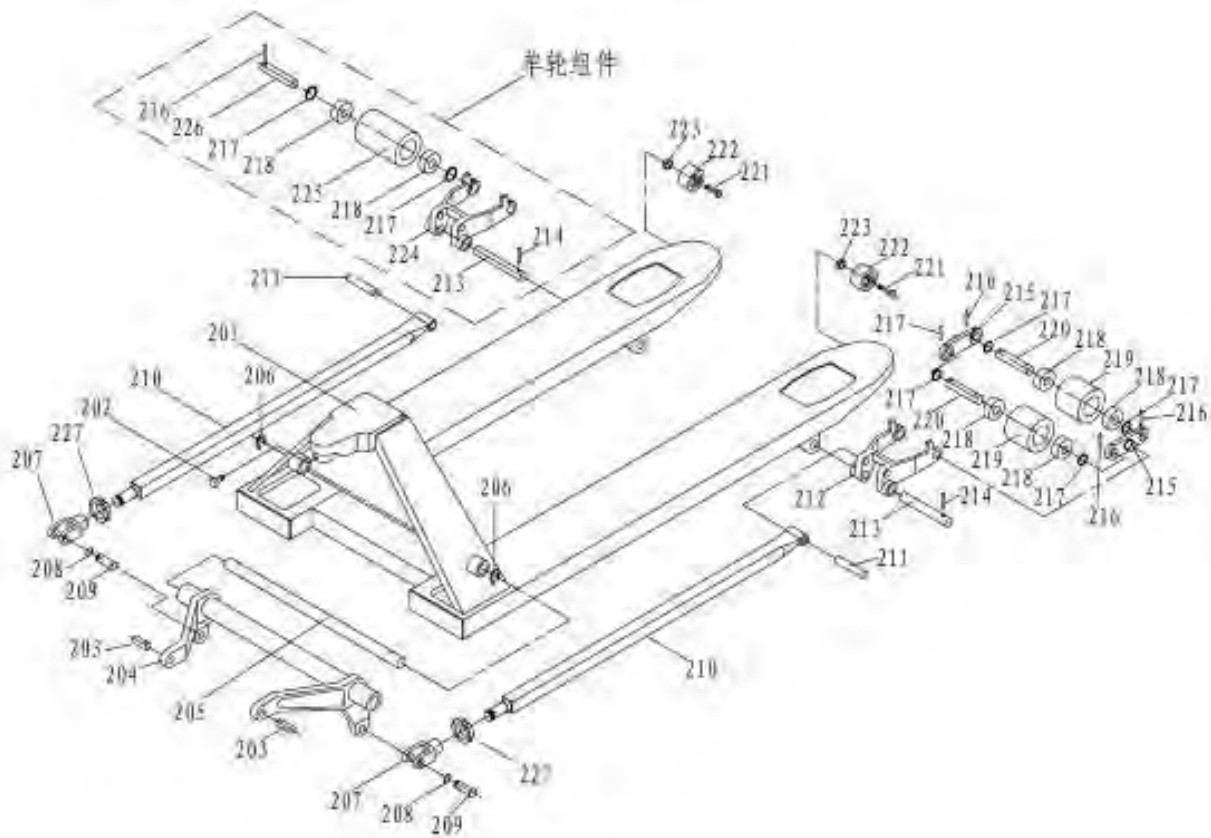

Рисунок 6. Взрыв-схема корпуса тележки для рулонов ZT.
- Центр силы тяжести груза должен быть размещен между двух вилок. Неравномерная нагрузка вызовет опрокидывание тележки после разгрузки груза. См. рисунок 6.
- Если тележка не используется, установите рукоятку (3) в положение торможения.